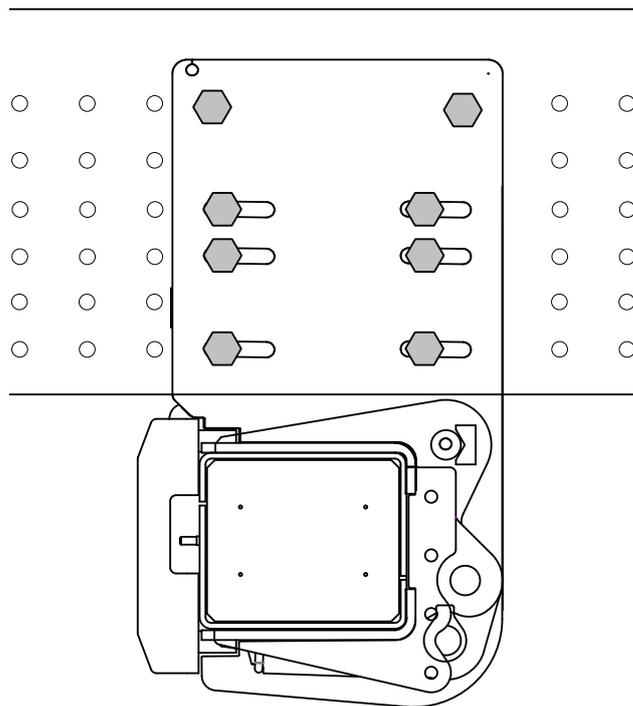

Figura 19. Montaje del soporte del chasis en un chasis de vehículo con agujeros previamente perforados
16. Atornillar los soportes en el exterior del chasis del vehículo. Montar en los agujeros alargados con un mínimo de 6 tornillos. Usar tornillos M14 adecuados (resistencia equivalente a M14 10.9 o superior) y montar la arandela y la tuerca correspondientes en el interior del chasis del vehículo. Montar los tornillos sin apretar. Véase Figura 19.
19. Hacer agujeros en el chasis del vehículo para los tornillos de fijación de los dos agujeros redondos superiores de cada soporte. Usar tornillos M14 adecuados (resistencia equivalente a M14 10.9 o superior) y montar la arandela y la tuerca correspondientes en el interior del chasis del vehículo. Véase Figura 19. Apretar los tornillos con una llave dinamométrica. **Par de apriete: Normal para el tornillo seleccionado.**